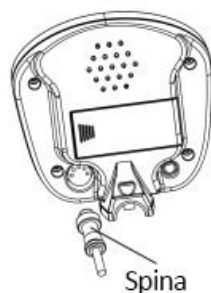

Fig.5
5. Avvolgere adeguatamente il cavo sul piatto attorno all'asta di alluminio perché il cavo non oscilli, inserire a fondo l'attacco del cavo nella porta destra in basso della scatola di controllo (vedi la Fig.5). Attenzione: tirare l'attacco invece del cavo.